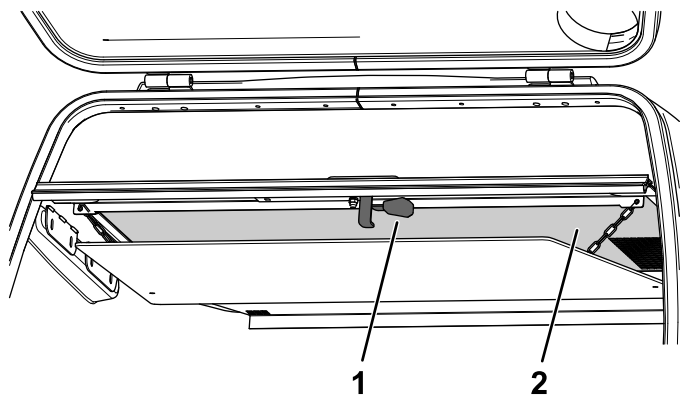

Figura 138
2. Tirate verso il basso la leva di rilascio sulla parte inferiore della griglia della tramoggia (Figura 138).